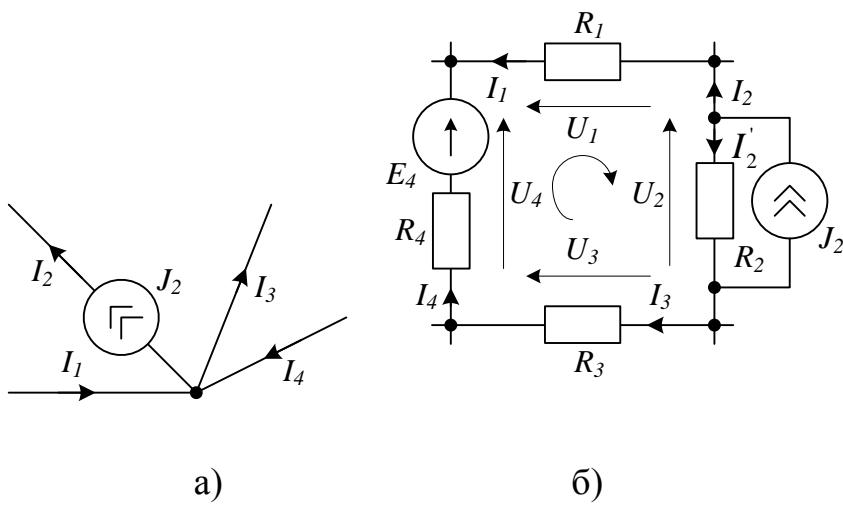

Рис.1.4
Запишем уравнение по ЗТК для узла, изображенного на рис.1.4,а:
Запишем уравнение по ЗНК для контура, изображенного на рис.1.4,*б*. Выберем направление обхода контура по часовой стрелке. Учитывая, что напряжения ветвей ($U_1 \dots U_4$), входящих в контур, совпадают по направлению с токами в ветвях, получим:
Сгруппировав падения напряжения на сопротивлениях ветвей в левой части уравнения, а источники – в правой, запишем ЗНК для контура (рис. 1.4,б) в виде:
5. Нумеруют ветви и присваивают всем элементам, находящимся в одной и той же ветви, а также току в ней одинаковый индекс, совпадающий с ее номером (например, на рис.1.4,б в четвертой ветви – сопротивление R_4 , ток I_4 , ЭДС E_4).